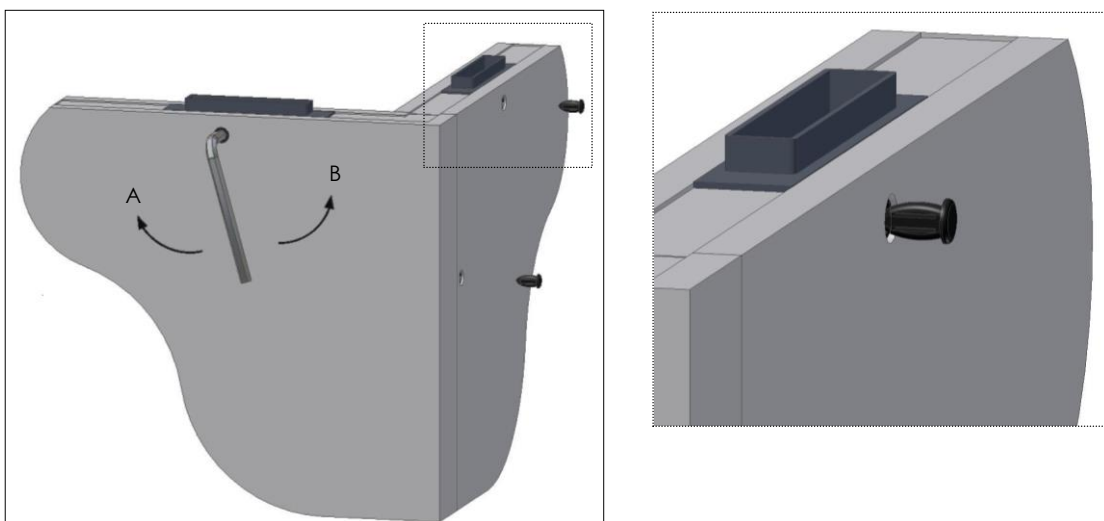

Fig. 11
- Girar la llave en el sentido de las agujas del reloj hasta apretar (Fig.11 – Posición **A**);
- Girar la llave en el sentido contrario a las agujas del reloj hasta apretar (Fig.11 – Posición **B**)
- Después de apretar, colocar **los tapones** en las perforaciones (Fig. 11).